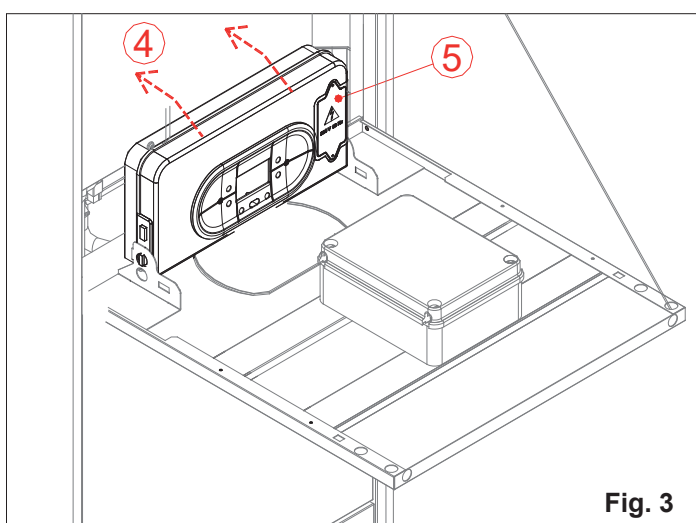

Fig. 3
a. premere il meccanismo di sgancio posto sotto la parte motore 1 (fig. 3).
- c. alzare il pannello ruotandolo verso l'alto ④ (fig. 3);